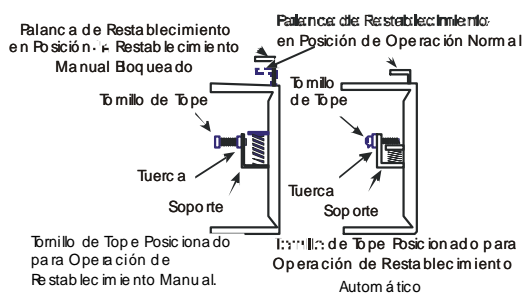

Figura 10: Ajuste del Mecanismo de Restablecimiento Convertible de Alta Presión (Controles P70S o P170S)
2. **Para la Operación de Restablecimiento Manual:** Afloje la tuerca de bloqueo, y afloje el tornillo de tope, cuidando de no quitar completamente el tornillo del soporte. Ver la Figura 10.
Automático: Afloje la tuerca de bloqueo, empuje la palanca de restablecimiento hacia abajo, y apriete el tornillo completamente hacia adentro. Ver la Figura 10.